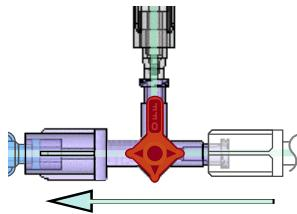

Rysunek 5 – Wstrzykiwanie środka kontrastowego (WŁ. odzyskiwanie)
- a. Aby odzyskać środek kontrastowy podczas wstrzykiwania kontrastu, należy skierować zawór DyeVert Power XT na pozycję WŁ. zarówno w kierunku kurka wyboru zaworu, jak i cewnika (patrz Rysunek 5).